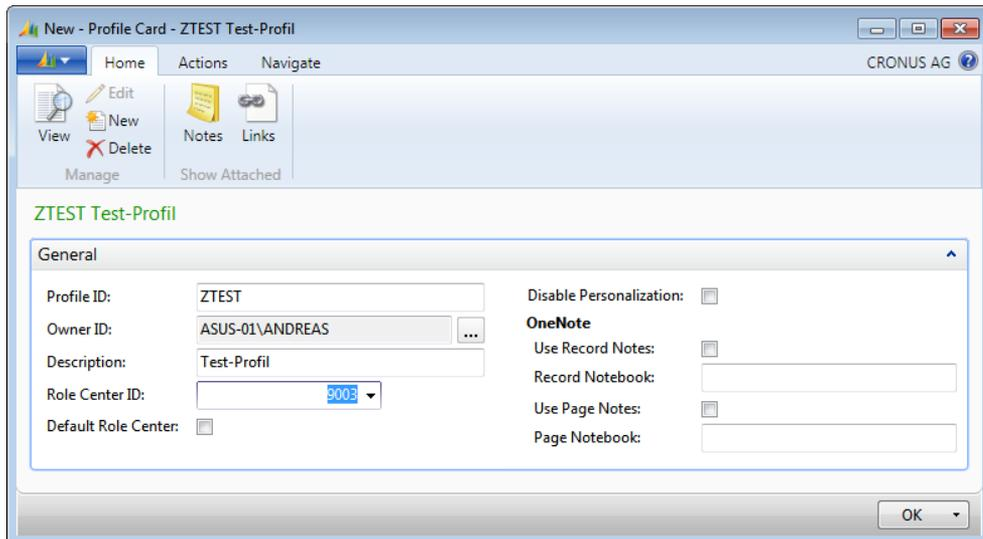

Abbildung 3.4 Anlegen des neuen Profils (englische Benutzeroberfläche)
- Betätigen Sie die Tastenkombination **Strg** + **N** oder klicken Sie auf die Schaltfläche *New* auf der Registerkarte *Home* des Menübands, um die Profilkarte im Neuanlagemodus zu öffnen. Im Neuanlagefenster erfassen Sie das Profil »ZTEST«, wie in Abbildung 3.4 gezeigt.